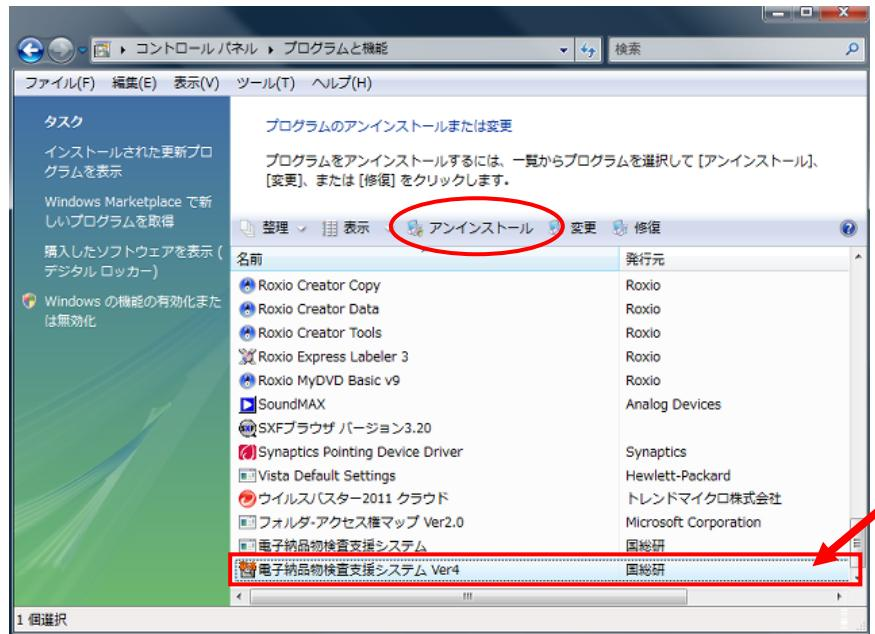

図 3-1 プログラムと機能
- (1) コントロールパネルから「プログラムと機能」を起動します。
- (2) 図 3-1 プログラムと機能が表示されますので、「電子納品物検査支援システム Ver4」を選択し、[アンインストール] をクリックします。